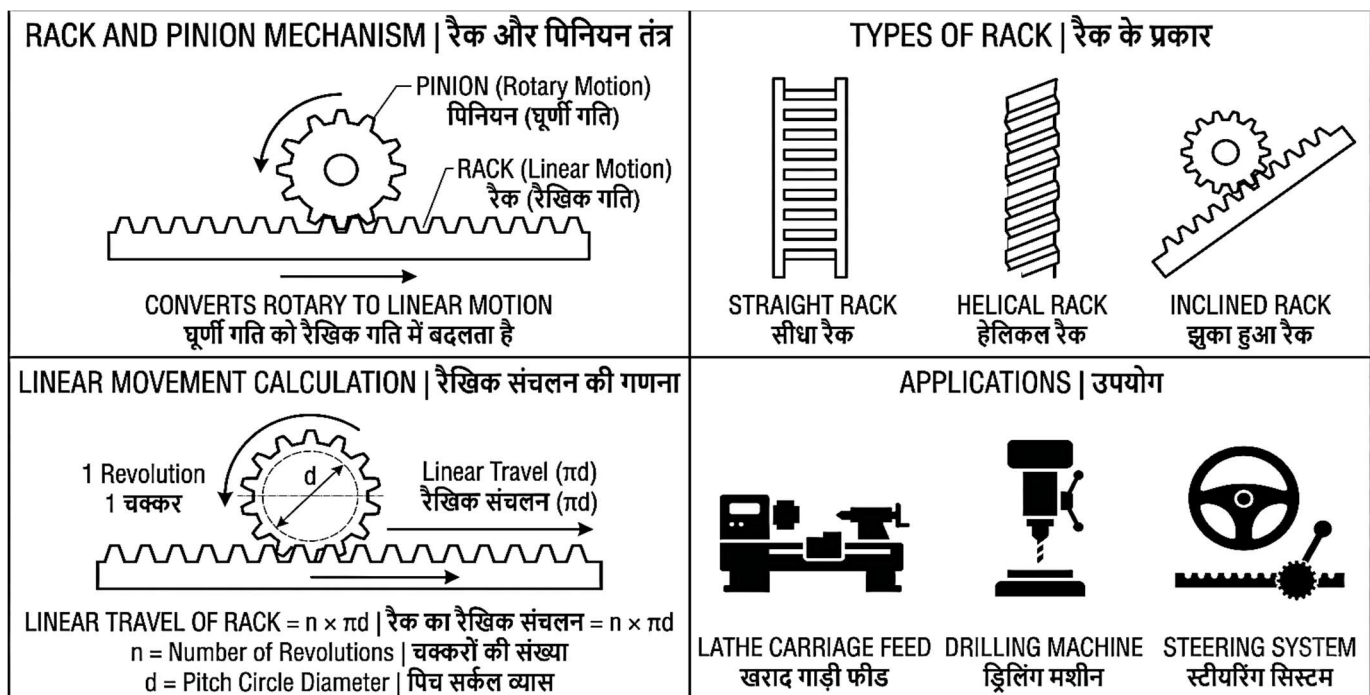

Fig. 2.7: Rack and Pinion Mechanism and Its Applications | रैक एवं पिनियन तंत्र तथा उसके अनुप्रयोग
2.7.1 Introduction (Fig. 2.7)
2.7.1 परिचय (Fig. 2.7)